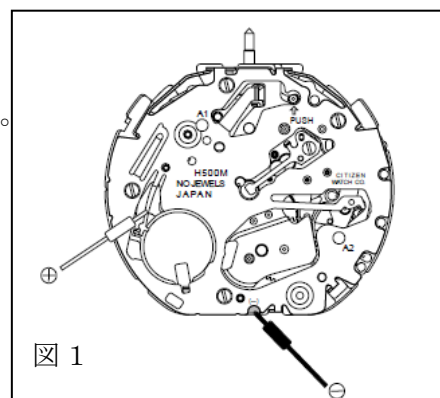

図 1
- ① クロノグラフ機能停止状態で測定すること。
- ② 測定器のリード棒位置は図1を参照すること。